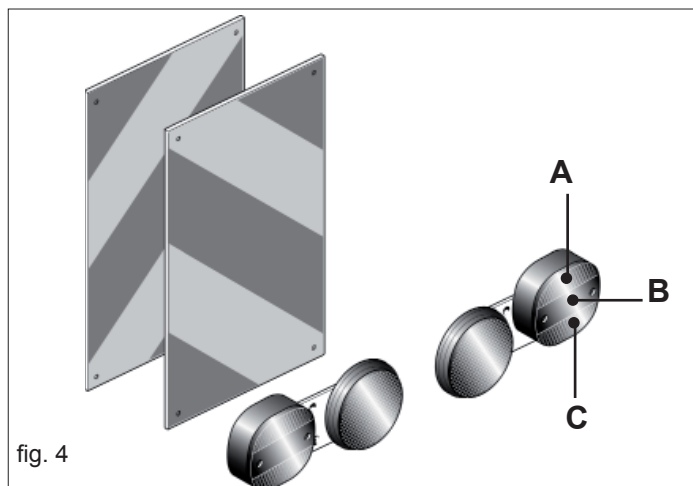

fig. 4
- 8) Qualora gli ingombri costituiti da attrezzature portate o semi-portate occultino la visibilità dei dispositivi di segnalazione e di illuminazione della trattoria, questi ultimi devono essere ripetuti adeguatamente sulle attrezzature, attenendosi alle normative del codice stradale in vigore nel relativo paese. Accertarsi, quando in uso, che l'impianto luci sia perfettamente funzionante. Si rammenta inoltre che la corretta sequenza segnaletica dei fanali prevede (Fig. 4):